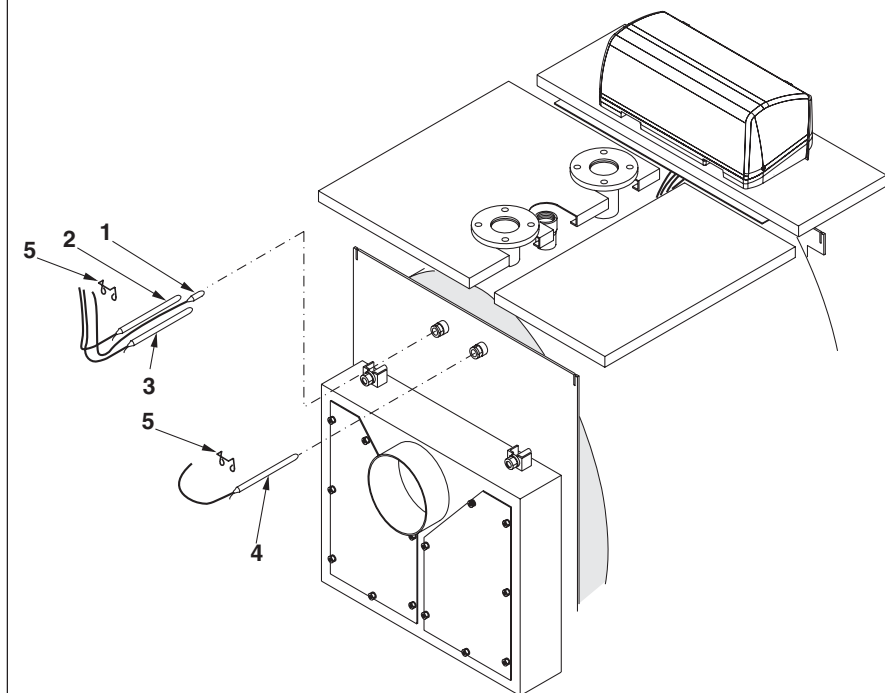

fig. 11
F) Insérer dans le doigt de gant supérieur les bulbes des sondes de régulation comme indiqué sur la fig. 11 et effectuer ensuite les raccordements électriques (alimentation 230V - 50Hz, brûleur, pompes, ...). Fermer le tableau.